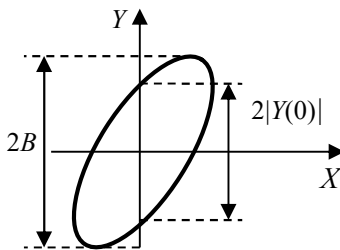

Рис.5. Фигура Лиссажу
Уравнения (13) задают в параметрическом виде эллипс (рис.5). При  $\varphi = 0$  и  $\varphi = \pi$  эллипс переходит в отрезок прямой, при  $A = B$  и  $\varphi = \pm\pi/2$  - в окружность. Обозначим через  $|Y(0)|$  модуль значения  $Y$  при  $X = 0$ . Из выражений (13) следует, что  $X = 0$  при  $\omega t = \pm\pi/2$ , и тогда
В эксперименте для повышения точности определения  $\varphi$  рекомендуется измерять величины  $2|Y(0)|$  и  $2B$  (см. рис.5) и подставлять их в (14).
Установите сопротивление  $R_1 = 0$ . Измерьте фазовый сдвиг для нескольких значений частоты в диапазоне  $(0,6\nu_{\text{рез}} \dots 1,4\nu_{\text{рез}})$ . Для этого в соответствии с рис.5, измерьте с помощью осциллографа величины  $2B$  и  $2|Y(0)|$  и результаты запишите в табл.4.